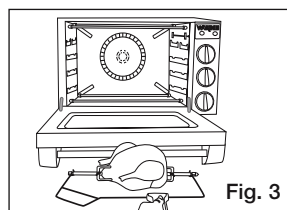

Fig. 3
8. Si vous souhaitez utiliser le minuteur, programmez le temps de cuisson (jusqu'à 120 minutes). Si le temps de cuisson est inférieur à 20 minutes, tournez le bouton dans le sens des aiguilles d'une montre jusqu'à la marque des 20 minutes, puis dans le sens inverse jusqu'au temps désiré. Si vous ne souhaitez pas utiliser le minuteur, placez le bouton de réglage du temps de cuisson à la position OVEN ON (I). Remarque : Il est conseillé de faire rôtir le poulet pendant 10 minutes de plus que le temps indiqué dans la recette, afin de permettre au four de préchauffer.
10. Utilisez la poignée du tournebroche pour sortir le poulet du four (Fig.3). Tenez la poignée à l'aide de maniques ou gants de cuisiniers.